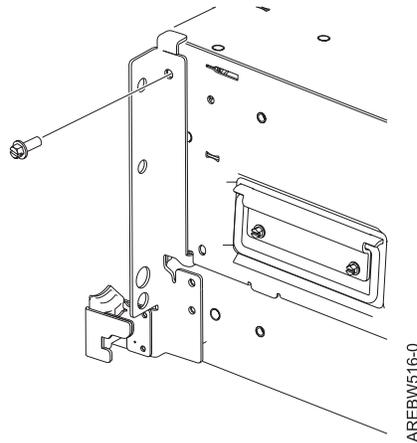

Figure 55. Faites pivoter le haut du support vers l'arrière de façon à positionner la languette supérieure sur le haut du système
- d. Faites pivoter le haut du support vers l'arrière de façon à positionner la languette supérieure sur le haut du système. Puis, installez les vis comme indiqué sur figure 55, à la page 57.